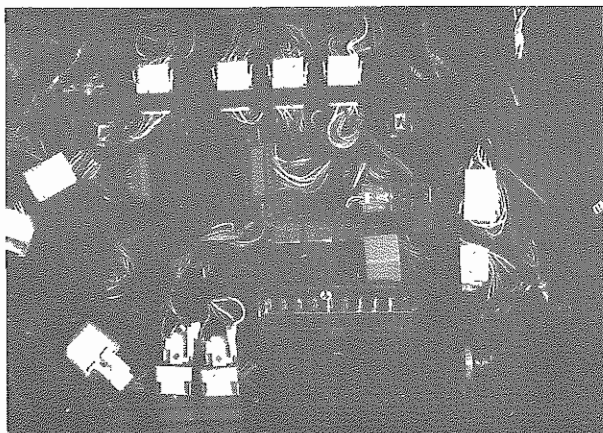

Fig. 3 - Centralina posta sotto la plancia
- La centralina posta sotto la plancia, lato passeggero, è accessibile rimuovendo il tappo di rivestimento ed aprendo lo sportello vano centralina (**Fig. 3**).
- The box situated in the passengers compartment under the fascia is accessible by removing the covering and opening the box lid (**Fig. 3**).